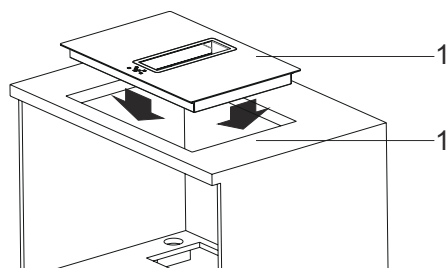

Abb. 8
- 4.** Das Kochfeld in die Mitte der Arbeitsplatte platzieren (Abb. 8).